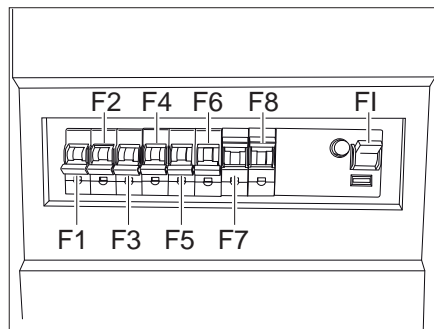
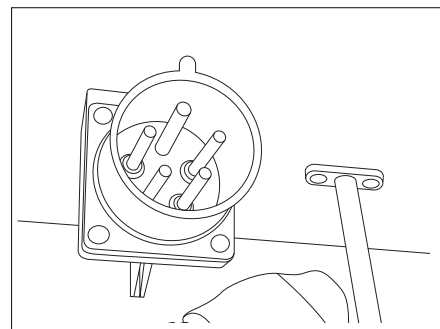

Fig. 175 Coffret de fusibles
Fig. 176 Raccordement 400 V
Le réseau de bord 400 V correspond essentiellement au réseau de bord 230 V. Il dispose en plus d'un coffret de fusibles (Fig. 175) et d'une prise de courant extérieure 400 V (Fig. 176).
Il a un coffret de fusibles supplémentaire (Fig. 175) dans la caravane et un raccordement 400 V (Fig. 176) à l'extérieur de la caravane.
- Désactiver les fusibles F1-F3 (Fig. 175).